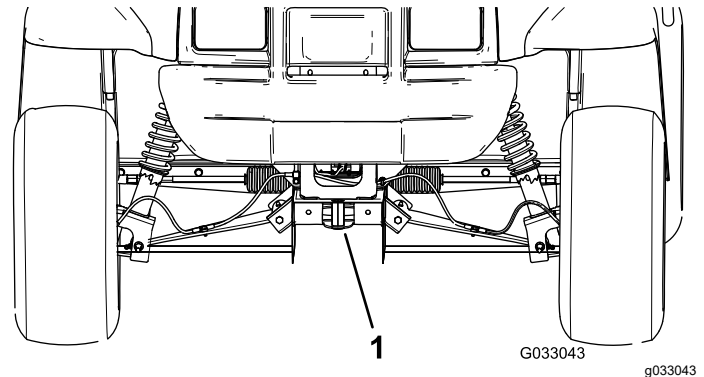
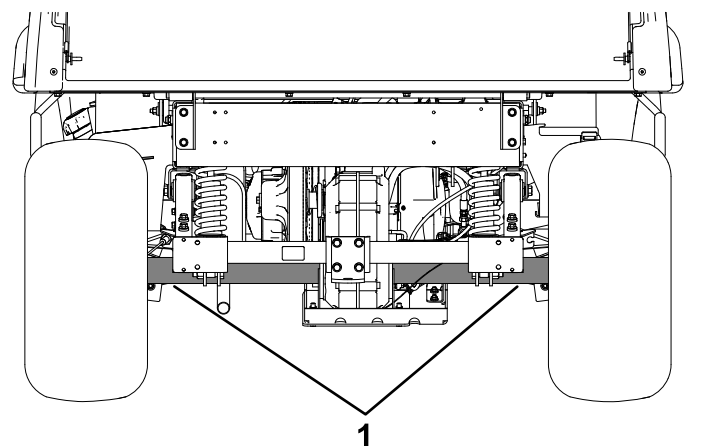

Figura 17
Figura 18
Vedere Figura 17 e Figura 18 per conoscere la posizione dei punti di attacco sulla macchina.
2. Fissate una fune di traino al timone sulla parte anteriore del telaio della macchina (Figura 17).